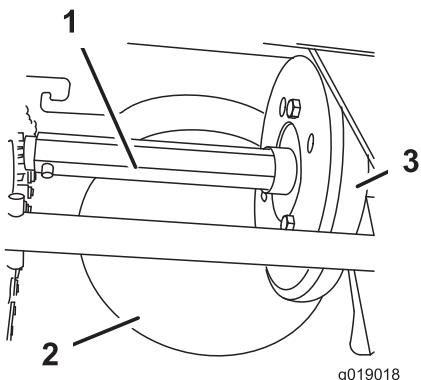

Figure 44
A. Sortez la jauge et versez lentement de l'huile dans le goulot de remplissage pour faire monter le niveau jusqu'au repère maximum sur la jauge (Figure 44). **Ne remplissez pas excessivement.**
Graissez légèrement l'arbre hexagonal une fois par an avec de l'huile moteur de type automobile (Figure 44).
Important: Veillez à ne pas faire couler d'huile sur la roue en caoutchouc ou la poulie à friction en acier, car cela fera patiner la transmission (Figure 44).